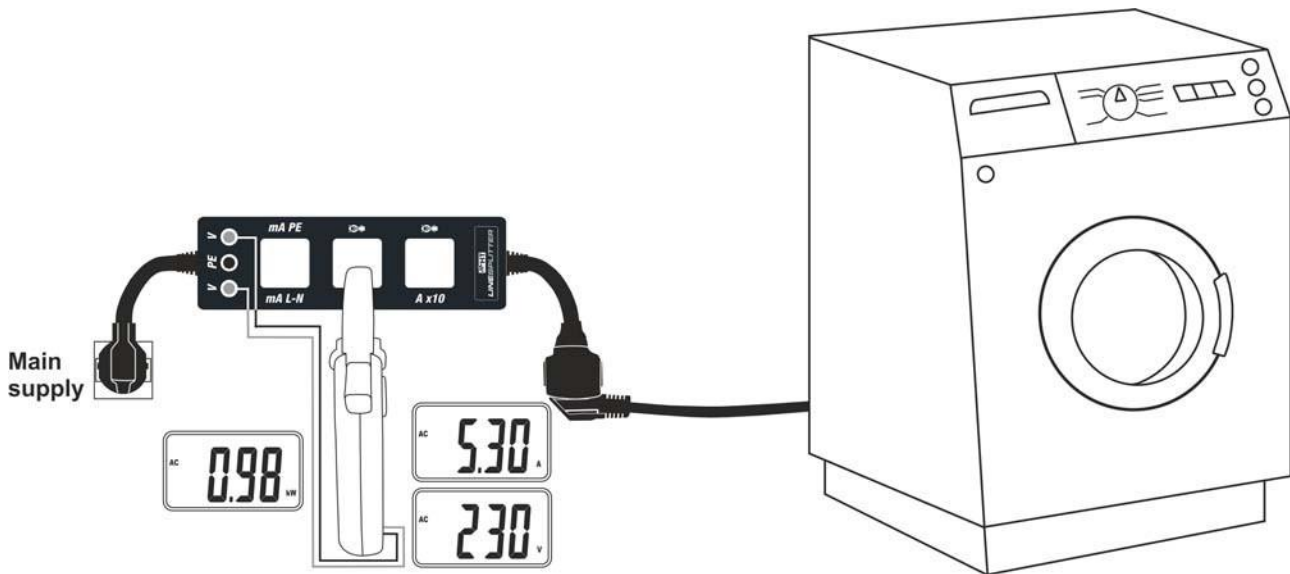

Fig. 4: Användning av instrumentet för ström, spänning och effektmätning
4. Läs av värdena för ström, spänning och effekt (se bild 4).